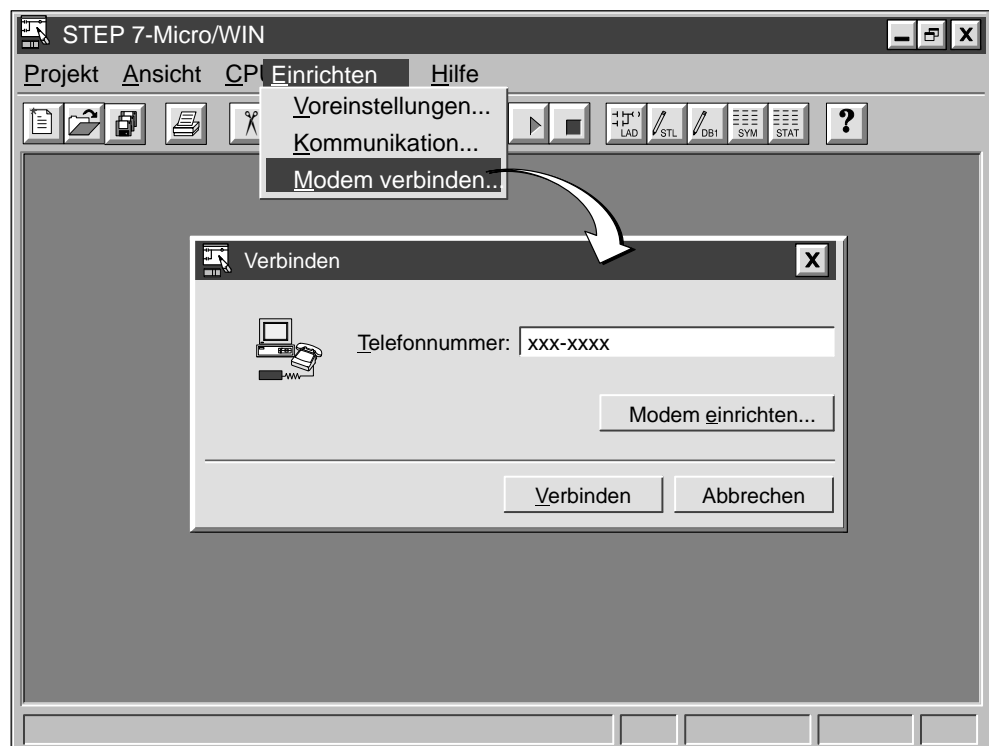

Bild 3-18 Dialogfeld "Verbinden"
23. Zum Verbinden Ihres Modems wählen Sie den Menübefehl **Einrichten ► Modem verbinden...** Daraufhin wird das Dialogfeld "Verbinden" angezeigt (siehe Bild 3-18).